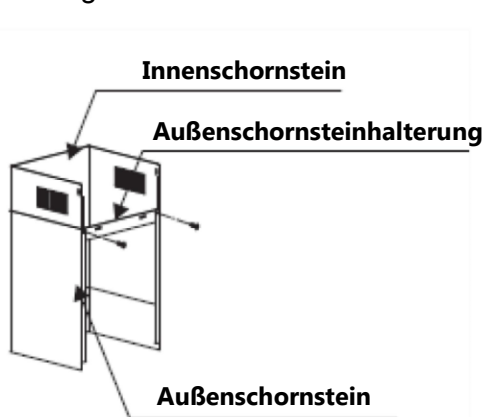

Abb. 7
6. Befestigen Sie die Halterung für den Außenschornstein mit 2 Schrauben St4*8mm am Außenschornstein und achten Sie darauf, dass der Innenschornstein frei darin eingestellt werden kann. Bringen Sie das Gehäuse mit 2 Schrauben St4*40mm an. Siehe Abb. 7 und 8.